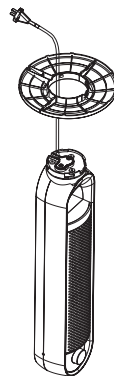

Рис. 2
- Пропустите шнур питания в отверстие половинок основания (1) (рис. 2).